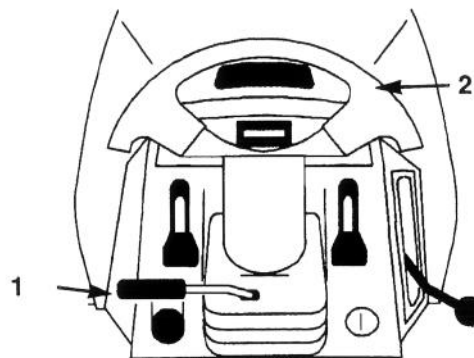

Figure 13
1. Soulever le levier d'inclinaison pour relâcher le verrou (Fig. 13).